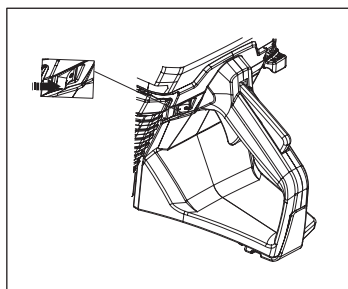

Рис. 13
2. Чтобы остановить двигатель, переместите выключатель в положение «ВЫКЛ» (рис. 13).